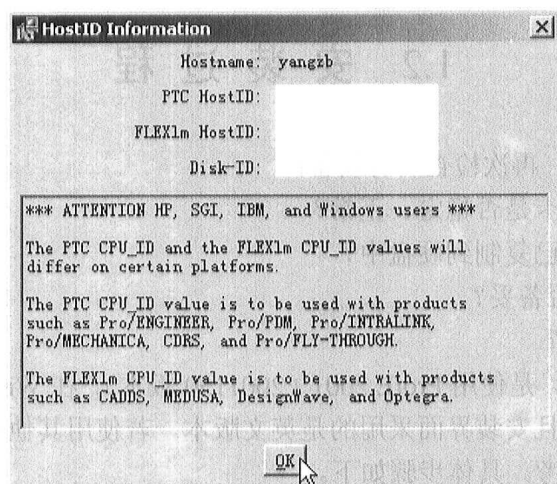

图 1-12 开始安装画面及主机信息
(2) 紧接着出现如图 1-12 所示的画面，若用户的授权文件是 Lock（锁定）模式，也就是单机使用版本，请直接跳至第 7 步继续；若为 Floating（浮动）模式，则另外选中“PTC License Management”复选框，并且根据次序往下，单击【Next】按钮。